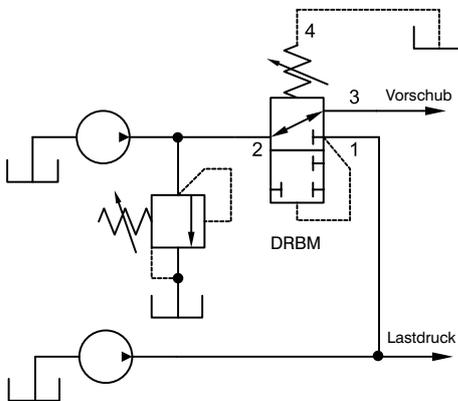

Bild 3:
- In Ruhestellung offene 2/2-Wegeventile mit vier Anschlüssen werden üblicherweise für Sperrfunktionen bei einem wählbaren Ansteuersignal benutzt, wenn Anschluss 3 mit Systemdruck beaufschlagt ist. Beachten Sie, dass sich jeder Druck an Entlastungsanschluss 4 zur Einstellung addiert (Siehe Bild 3).
Diese Schaltung mit variablem Vorschub ist ähnlich wie die in Bild 3, außer dass beim Erreichen der Lastdruckeinstellung des DRBB (oder DP*B) ein Teil des Vorschubstroms zum Tank abgezweigt wird, wodurch der Vorschub verringert wird oder ganz stoppt.